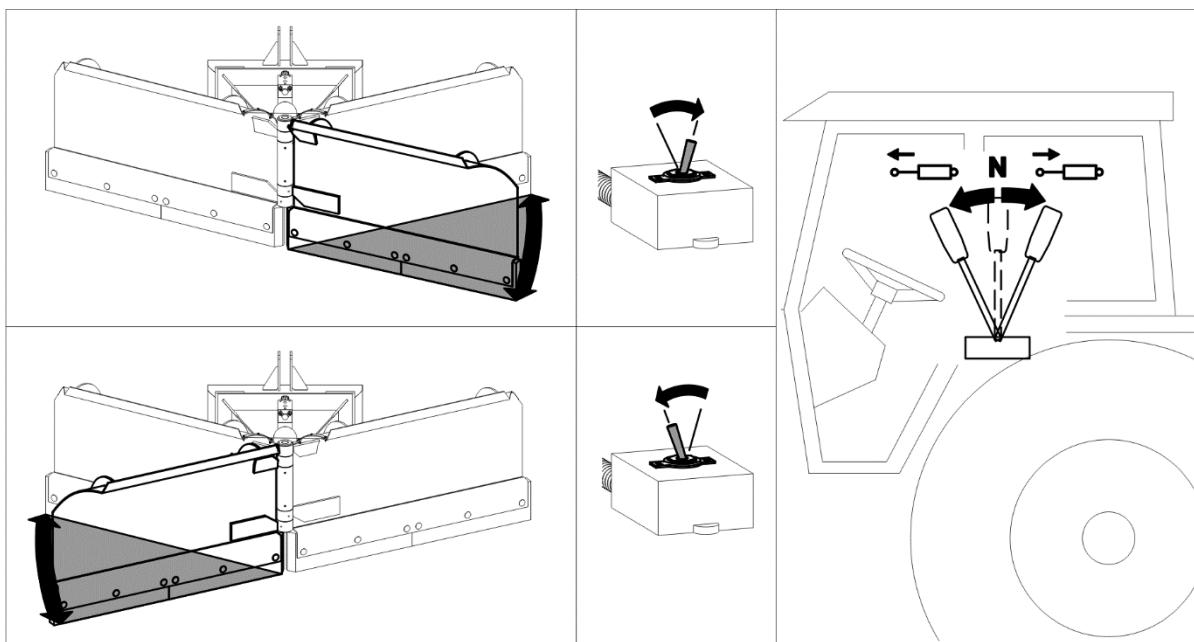
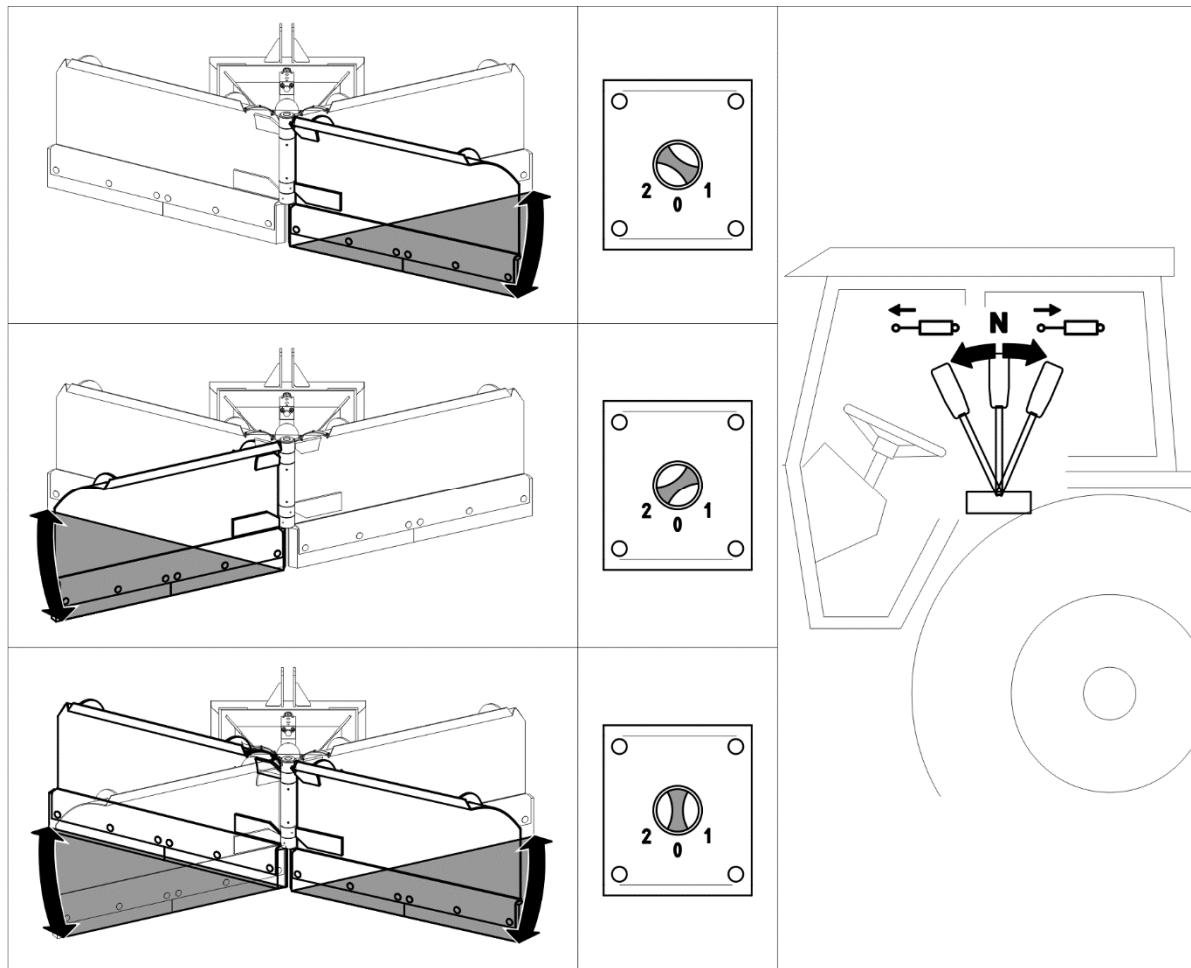

РИСУНОК 4.7 Изменение рабочего положения для автономного управления
РИСУНОК 4.8 Изменение рабочего положения для автономного-одновременного управления
В зависимости от типа управления (автономное или автономное-одновременное) снегоотвал может быть оснащен 2-позиционным (РИСУНОК 4.7) или 3-позиционным переключателем (РИСУНОК 4.8).
При одновременном автономном управлении (опция) имеется возможность произвольно устанавливать положение кромок отвалов (РИСУНОК 4.8). При установке переключателя в положение „1” можно регулировать положение левого крыла снегоотвала, а при переключении переключателя в положение - „2” правого крыла. В положении "0" возможна регулировка обоих кромок отвала – со сгребания налево на сгребание направо и наоборот.
В снегоотвалах, оснащенных опорными колесами (РИСУНОК 4.8) регулирование рабочей высоты осуществляется путем перемещения колеса (1) вверх или вниз в корпусе (2) поворотом рукоятки (3). Рукоятка фиксируется блокировкой (4). Требуемая высота колеса фиксируется положением рукоятки (3) и блокадой (4). Рекомендуется, чтобы оба колеса располагались на одинаковой высоте.